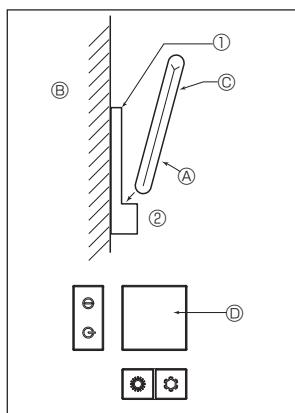

Fig. 7-9
2) Método de instalación (Fig. 7-9)
- ① Fije el soporte del mando a distancia en el lugar deseado con 2 tornillos roscados.
- ② Coloque el extremo inferior del mando en el soporte.